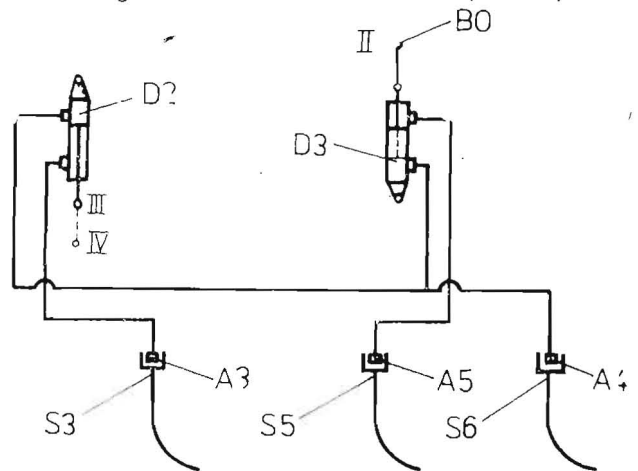

Bild 6/6
- Anschließend sind die Schlauchleitungen an den Anschlüssen A 4 und A 5 gegeneinander auszutauschen, d. h., Schlauchleitung S 6 mit Anschluß A 4 und Schlauchleitung S 5 mit Anschluß A 5 verbinden (Bild 6/6).